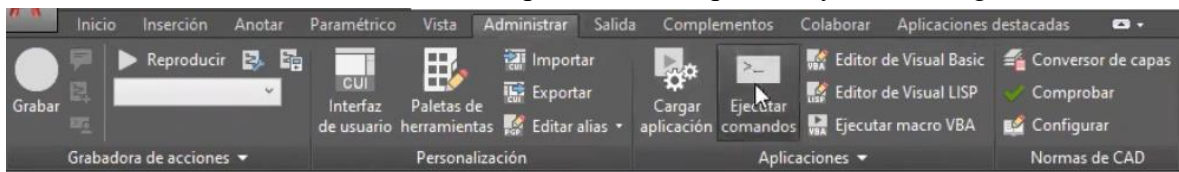

Figura 348. Menú.
14. Abrir un dibujo nuevo de AutoCAD y en menú Administrar, seleccionar la opción “Ejecutar comandos”. Buscar el archivo correspondiente a la práctica y abrirlo. Figura 348.